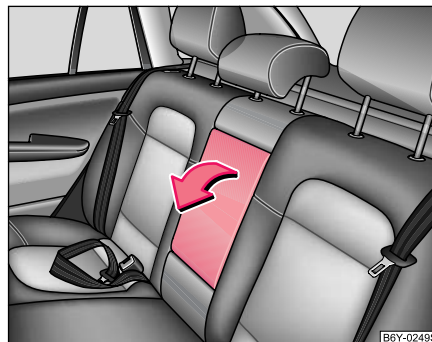

Fig. 76 Sièges arrière: Accoudoir
- Pour plus de confort, les accoudoirs peuvent être abaissés ⇒ fig. 76.